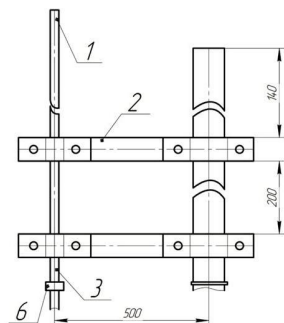

Рисунок 2. Крепление молниеприёмника к мачте
- Собрать и закрепить на мачте молниеприёмник, согласно схемы на рис.2.
- Соединить молниеприёмник (1) с токоотводом (3) при помощи зажима (6) с использованием токопроводящей пасты.
- Растяжку верхнего уровня мачты, располагаемую со стороны молниеприёмника соединить с мачтой через изолятор (5) (в разрыв тросовой оттяжки, как проводника).
- Токоотвод (6) закрепить на растяжке при помощи хомутов-стяжек кабельных (4).
- Соединить токоотвод (3) с системой заземления.
5.1. Для погружения ЗВС в грунт, отрыть приямок шириной в верхней части 0,7 м, в нижней 0,5 м и глубиной $0,7 \pm 0,8$ м (рис.2).